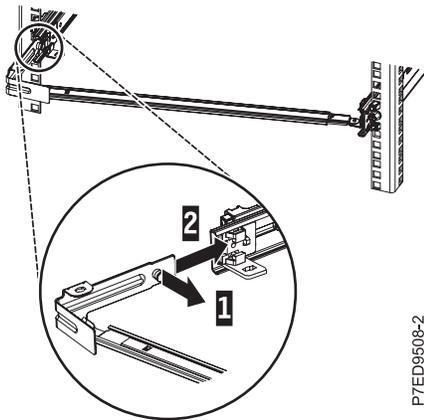

Abbildung 14. Stift herausziehen und Halterung in Schiene installieren
3. Zum Anschließen der anderen Seite des Stützarms an der Rückseite der Schiene ziehen Sie den Stift heraus (1) und schieben Sie dann die Halterung (2) in die linke Schiene (siehe Abb. 14).